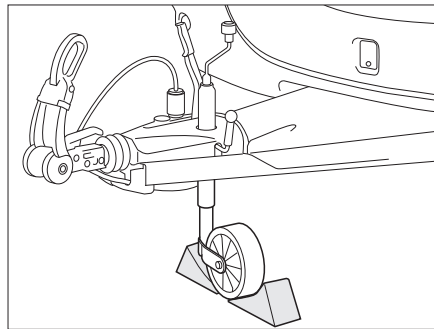

Fig. 180 Retener la rueda de soporte
- Colocar la rueda de soporte en posición transversal con respecto a la dirección de marcha y retenerla con dispositivos adecuados (Fig. 180).